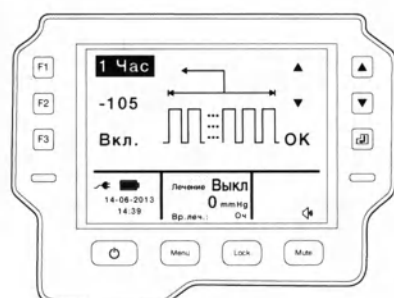

Рис. 14.
1. На передней панели аспиратора нажмите клавишу F2, чтобы выбрать <Прерывистое> и войти в настройки прерывистой терапии (рис. 14).